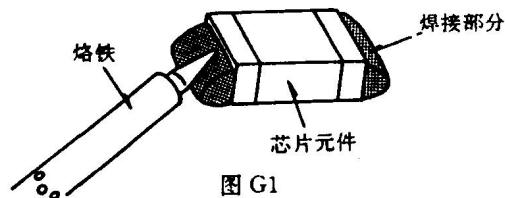

图 G1
(1) 用烙铁对芯片元件的焊接部分加热大约 2~3 秒 (图 G1)。
(2) 如果芯片元件有故障, 它可能爆开或裂开。